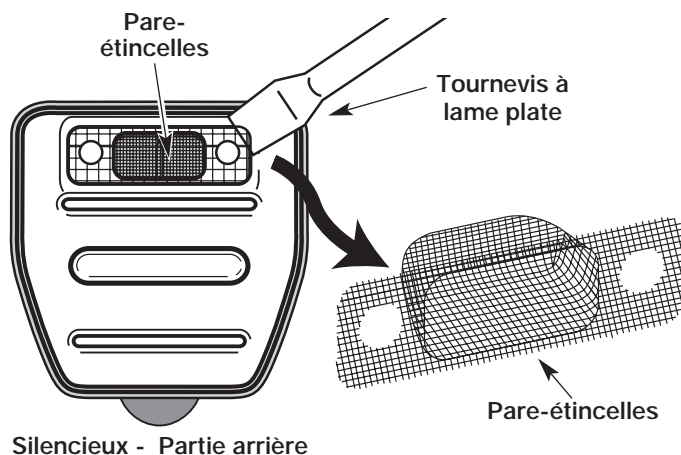

Fig. 39
4. Soulevez soigneusement le pare-étincelles de son trou à l'aide d'un petit tournevis à lame plate (Fig. 39). Retirez le pare-étincelles du silencieux.
5. Nettoyez le pare-étincelles à l'aide d'une brosse métallique. Remplacez-le s'il est endommagé ou si vous n'arrivez pas à le nettoyer complètement (Fig. 39).